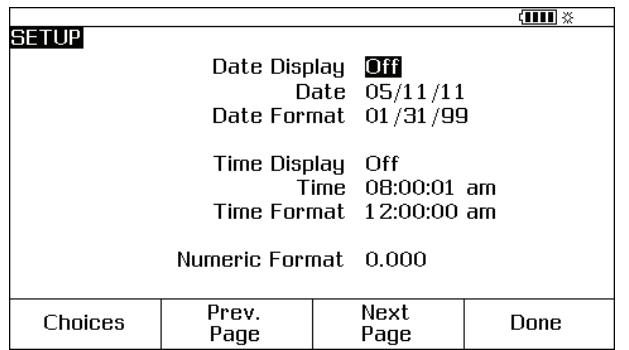

图 9. 时间和日期显示
2. 按下一页 (**Next Page**) 功能键。请参阅图 9。